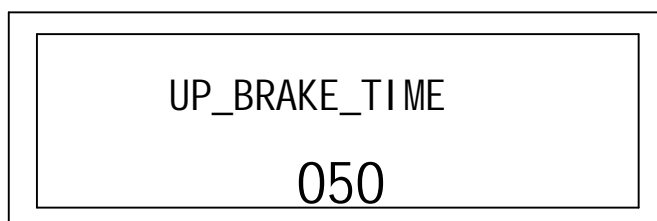

Fig.14: UP_BRAKE_TIME setup
9) . UP_BRAKE_TIME: UP_BRAKE_TIME in reverse. Fig.14.